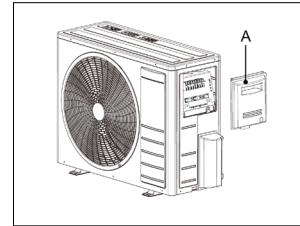

fig. 26 -
- 1.Quite el panel lateral (part A - "fig. 26 -").